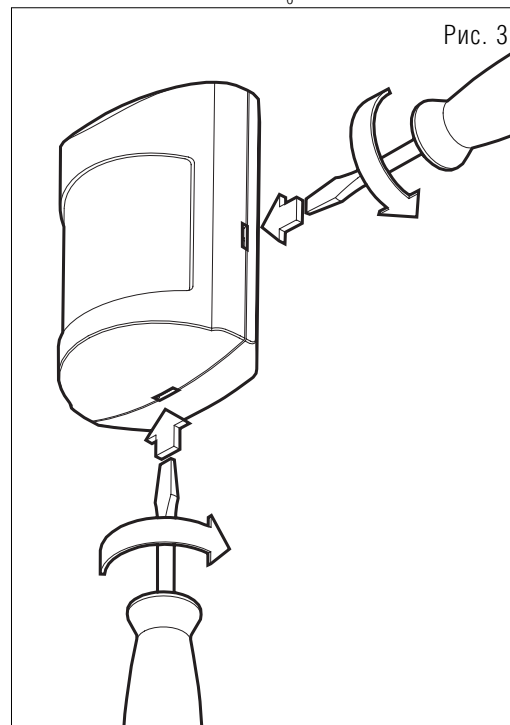

Рис. 3
- Снять крышку известателя, вставив отвертку в любой паз крышки и повернув, как показано на рис. 3.